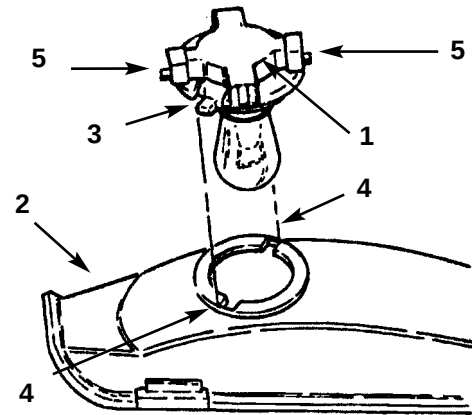

Fig. 18
3. Drej pæreholderen 1/4 omgang mod uret og fjern den fra reflektoren (fig. 18).
2. Pæreholderen har to flige (fig. 18). Ret fligene ind med udskaaringerne i reflektoren, sæt pæreholderen ind i reflektoren og drej den 1/4 omgang med uret, til den ikke kan komme længere.